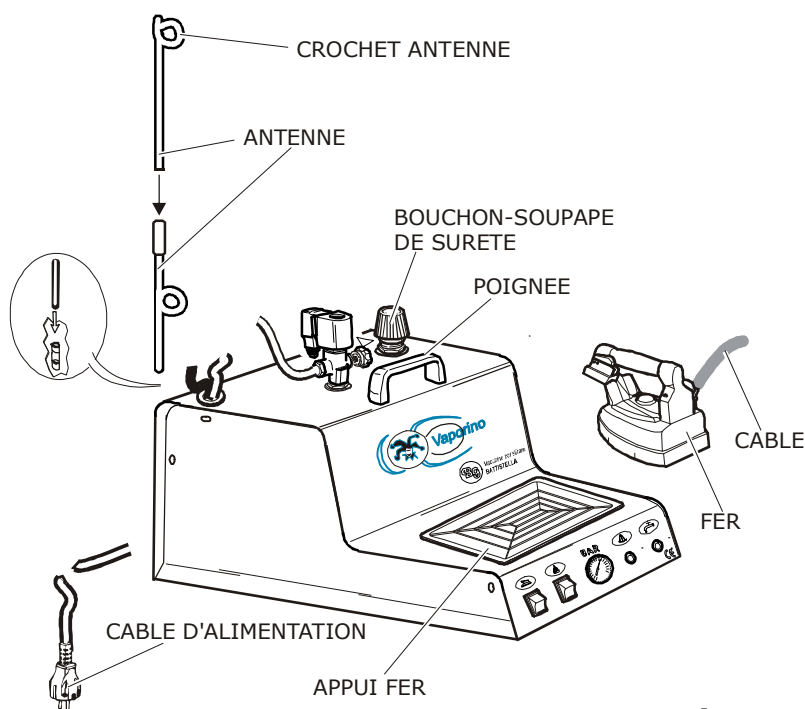
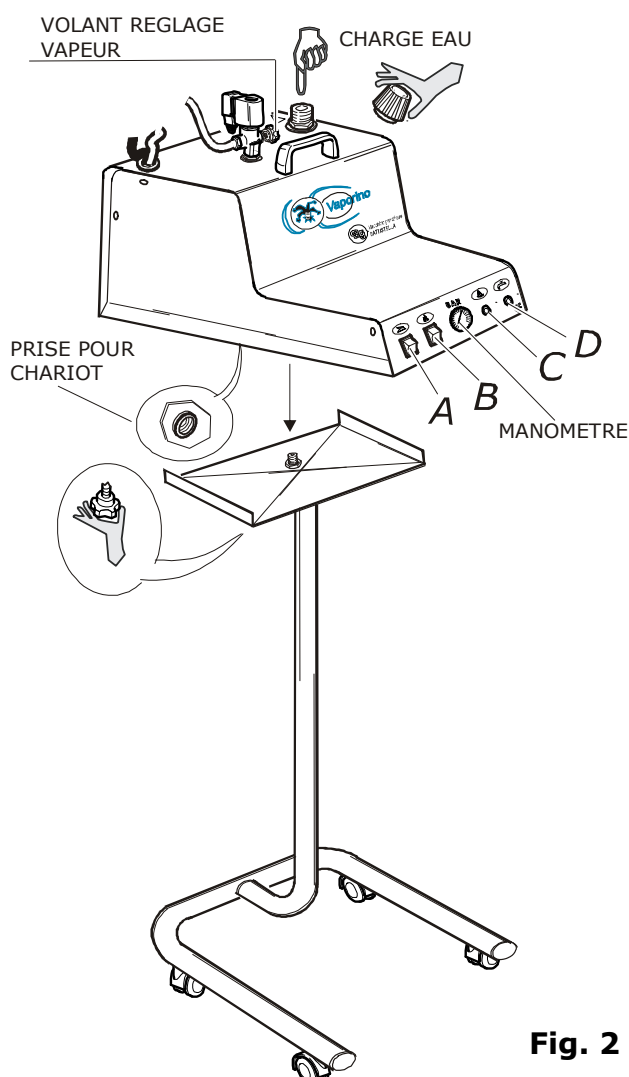
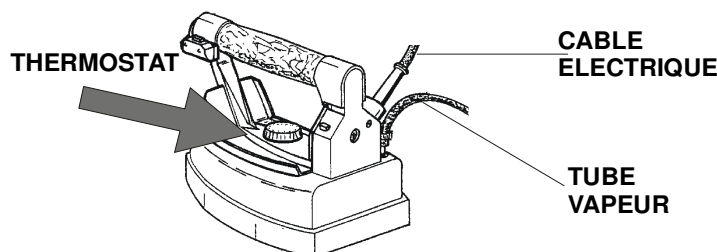
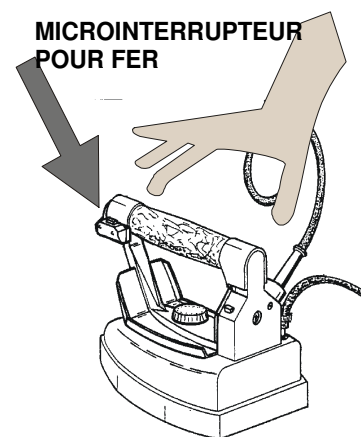

Fig. 1
Fig. 2
Fig. 3
Fig. 4
Pour le déplacement de VAPORINO, utiliser exclusivement la poignée spéciale. Ne tirez jamais ses câbles électriques (fig. 1).
2. Extraire VAPORINO de sa boîte, assembler les deux pièces de l'antenne et le mettre dans le porte-antenne spécial derrière la machine (fig. 1), prenant soin de l'introduire bien jusqu'au fond.
4. Appuyer le fer sur son appui fer en gomme (fig. 1).
5. Pour VAPORINO équipé avec chariot, visser la poignée du chariot sur la prise spéciale qui se trouve sous la base de la machine (fig. 2).
1. Dévisser le bouchon soupape de VAPORINO (fig. 1), remplir la chaudière d'eau (fig. 2) jusqu'au débord ou à volonté. On conseille de remplir la chaudière en utilisant un entonnoir. Visser le bouchon à nouveau par la part en plastique, prenant soin de ne le brider trop sinon la garniture s'abîme. **N.B.** éviter de perdre de l'eau sur l'extérieur de la machine; au cas où ça se passe, sécher tout de suite pour éliminer le risque de décharges électriques.
3. Allumer l'interrupteur de la chaudière (fig. 2 B), celui du fer (fig. 2 A) et régler le thermostat (fig. 3) sur la position "coton". **N.B.** pour les fers mod. Tulipano, on doit le régler sur fin «laine» - début «coton».
4. Attendre que le témoin chaudière s'éteigne (fig. 2 C) (le manomètre devrait marquer 2,5/3 BAR à peu près). Après prendre le fer par le manche en liège et appuyer sur la touche rouge (fig. 4) 3 ou 4 fois, en faisant sortir la vapeur: de cette façon on chauffe les tuyaux qui portent la vapeur au fer et on évite que des gouttes d'eau mouillent les pièces (afin d'éviter dommages à la
personne, il faut tenir le fer dirigé vers le bas). En plus, on peut régler la quantité de vapeur désirée en tournant le volant de réglage vapeur (fig. 2). Maintenant, le fer est prêt pour le repassage. Pendant le travail, le témoin chaudière s'allume et s'éteint continuellement (fig. 2 C).
4. **Il ne faut jamais remplacer le bouchon-soupape (fig. 1) avec des bouchons de nature différente. N.B.: le bouchon-soupape est calibré à 4,5 BAR et, en plus, il a la fonction de soupape de sûreté.**
1. Passer le fer sur les pièces s'appuyant sur la touche rouge de la vapeur à intervalles réguliers (fig. 4). Pour un bon repassage, on conseille de positionner le thermostat du fer (fig. 3) sur «coton» (**N.B.** pour les fers mod. Tulipano, on doit le régler sur fin «laine» - début «coton»).
4. Pour le repassage à sec, on peut régler le thermostat (fig. 3) sur différentes positions selon le type de tissu (se rapporter aux indications dans les pièces).
5. Quand on utilise une table qui n'est pas aspirante, des taches d'eau circulaires pourraient se former à cause de la vapeur condensée. Pour éviter ce problème, ajoutez un feutre sous le normal rembourrage et réglez le flux de vapeur au minimum en tournant le volant de réglage vapeur (fig. 2).
Si l'eau termine pendant le repassage, le témoin «sans eau» s'allume (fig. 2 D). Il faut donc éteindre VAPORINO en détachant le courant; tourner de 360° le bouchon soupape (fig. 1) et attendre que la vapeur sort complètement (le manomètre doit marquer 0 BAR). Dévisser le bouchon avec attention et attendre quelques minutes. Ravitailler la chaudière en eau jusqu'au débord ou à volonté (4.1). Visser le bouchon à nouveau (fig. 1), allumer VAPORINO et attendre que le témoin chaudière s'éteigne (fig. 2 C). Maintenant le fer est prêt pour le repassage.
Dévisser le bouchon soupape (fig. 1) et tourner VAPORINO à droite pour que l'eau et possibles impuretés sortent.
3. On conseille de remplacer le bouchon soupape chaque 2500 hrs. de travail ou 3 années au maximum (fig. 1). On doit effectuer cette opération avec VAPORINO éteint et froid.
3. le tube vapeur et le câble du fer quand ils sont endommagés (fig. 3).